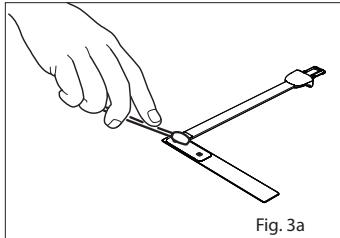

Fig. 3a
- Reportez-vous à la Fig. 3a. Pour les peaux fragiles, l'effet collant de l'adhésif de qualité médicale peut être diminué ou supprimé en frottant les parties adhésives avec du coton ou de la gaze.